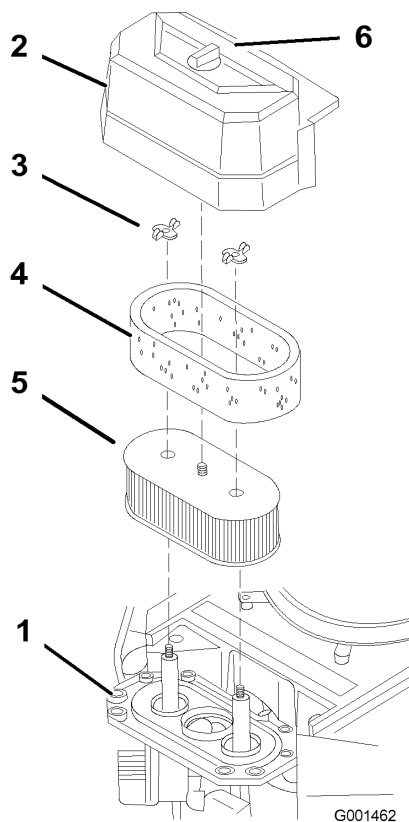

Figure 25
3. Nettoyez la surface autour du filtre à air pour éviter que des impuretés n'endommagent le moteur en tombant à l'intérieur (Figure 25).
4. Dévissez le bouton du couvercle et déposez le couvercle du filtre à air (Figure 25).
5. Dévissez les 2 écrous à oreilles et déposez l'ensemble filtre à air (Figure 25).
6. Sortez délicatement l'élément en mousse de l'élément en papier (Figure 25).
1. Ne nettoyez pas l'élément en papier. Remplacez-le toutes les 200 heures de fonctionnement (Figure 25).
1. Glissez délicatement l'élément en mousse sur l'élément en papier (Figure 25).
2. Posez l'ensemble filtre à air sur sa base et fixez-le en place avec les 2 écrous à oreilles (Figure 25).
3. Mettez le couvercle du filtre en place et serrez le bouton (Figure 25).